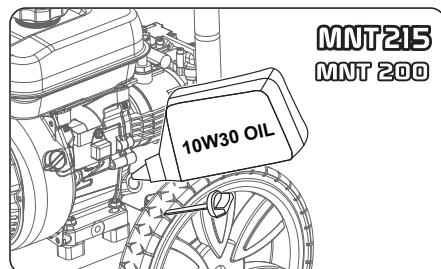

Fig.5
D. AJOUTER / VÉRIFIER L'HUILE MOTEUR (Voir fig. 5 et 5bis)
Fig.5 bis